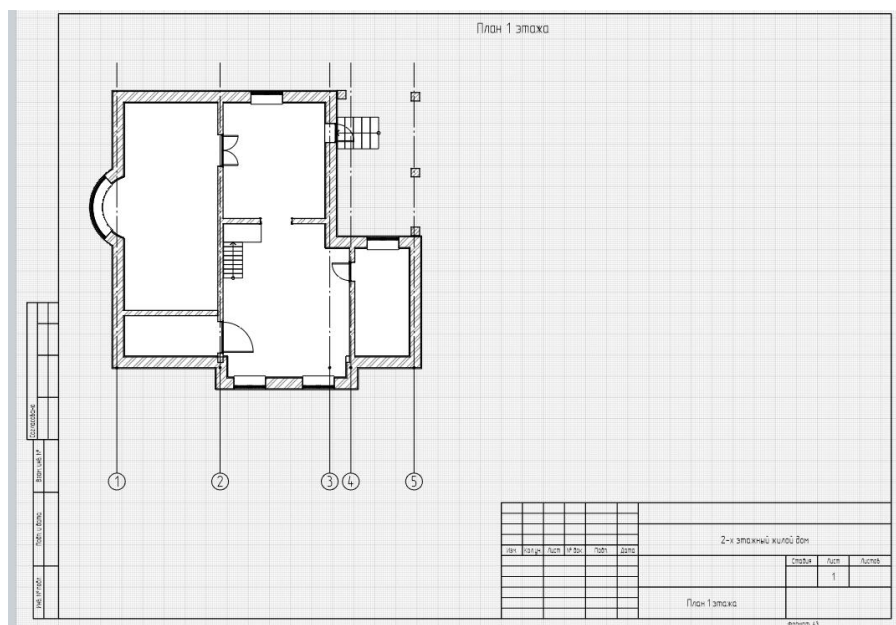

Рис. 10 Расстановка цифровых осей
9. Аналогично расставим все цифровые оси (рис. 10)